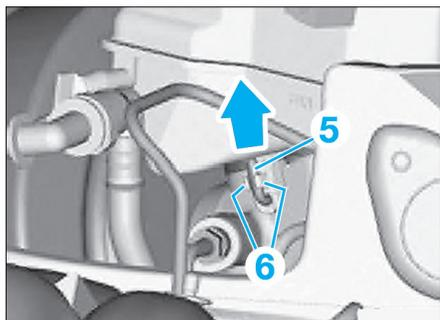

Fig. 27
- Dégager la goupille (5) des clips (6) et la retirer (Fig.27).